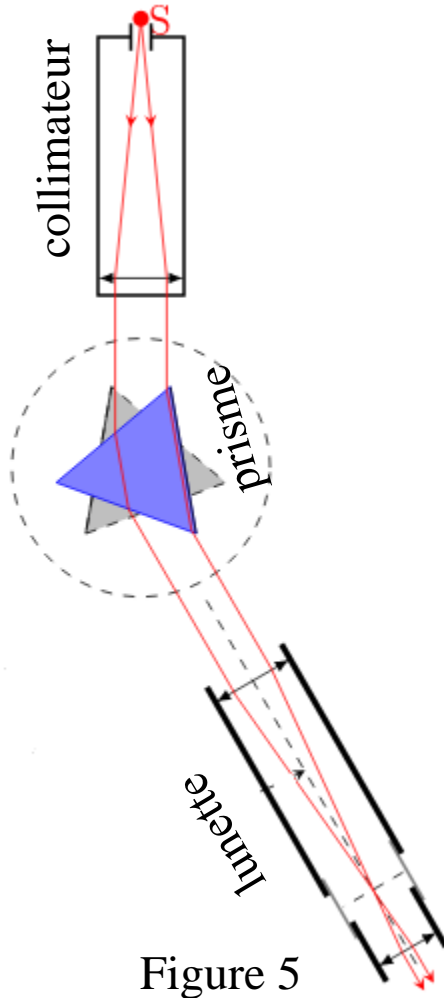

Figure 5
- 2-d'une lunette de visée composée de deux lentilles convergentes (objectif et oculaire) et d'un réticule (2 fils formant une croix) situé entre les deux lentilles. La lunette permet d'obtenir une image à l'infini d'un objet à l'infini (figure 5) .